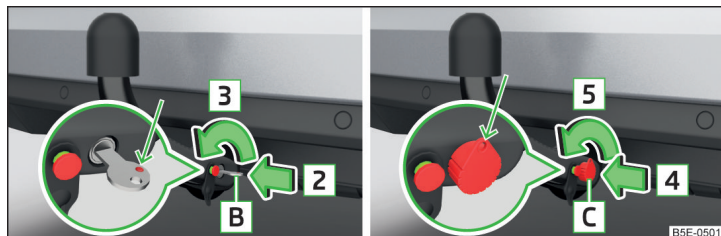

Fig. 306 Desbloquear cerradura: Variante de llave 1 / variante de llave 2
- Gire la llave **B** en el sentido de la flecha **3** de manera que la marca roja muestra hacia arriba » fig. 306.
- Gire la llave **C** en el sentido de la flecha **5** de la manera, que la argolla de llave muestra hacia arriba » fig. 306.